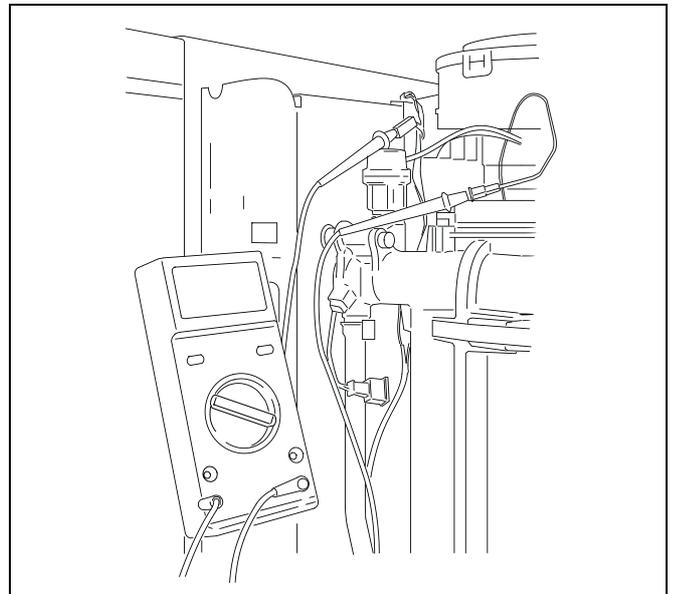

Abb. 32 Ionisationsstrom messen
#### Ionisationsstrom messen (Abb. 32)
- Steckverbindung der Ionisationselektrode lösen und Messinstrument in Reihe schalten (Abb. 32).